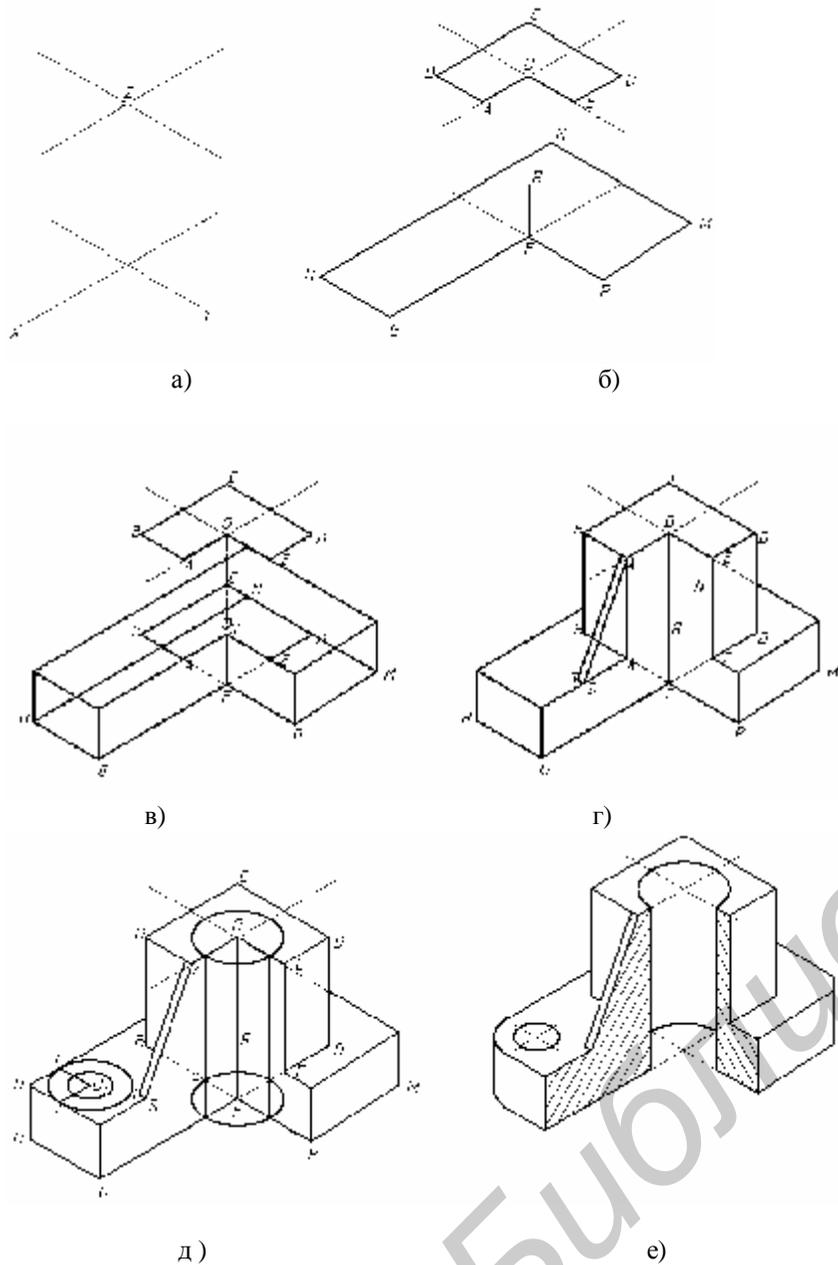
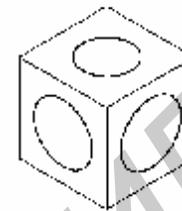

Рис.23. Этапы построения аксонометрической проекции
Рис. 24. Ориентация эллипсов в аксонометрии
4. Вычертим аксонометрические оси (рис.23,а):
5. Вычертим контуры верхней и нижней граней (рис.23,б):
6. Построим грани детали, параллельные основаниям (рис.23,в):
7. Построим вертикальные и наклонные ребра (рис.23,г):
8. Построим контуры отверстия диаметром 28мм (рис.23,д). Следует иметь в виду, что окружности проецируются на аксонометрические плоскости в виде эллипсов (рис.24):
11. Готовая аксонометрическая проекция показана на рис.23,е.